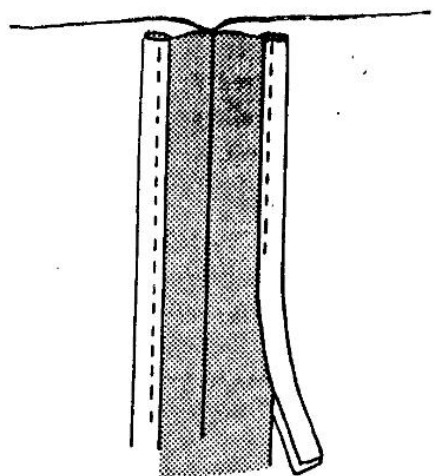

Рис. 61
3. Установите машину на режим выполнения прямой или зигзагообразной строчки (Ш,2 — Д, 2). Настрочите окантовку на припуск шва. Чтобы проложить строчку у самого края окантовки, пользуйтесь в качестве ориентира краем внутренней выемки лапки (рис. 61).